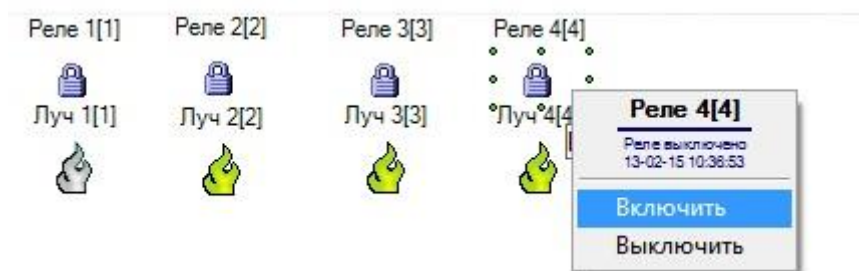

Рис. 15 Включение и выключение реле
- перейти на карту, где отображаются реле, выделить то, к которому присоединены щупы мультиметра, щелкнуть по нему правой кнопкой мыши и из всплывающего меню выбрать "включить" Рис. 15. В этот момент показания на мультиметре должны быть отличными от единицы. Это говорит о том, что щупы мультиметра подсоединены верно и реле работает исправно.